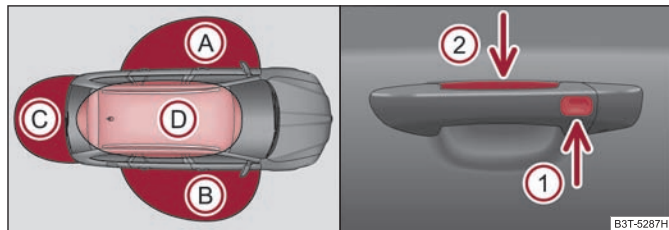

Fig. 26 KESSY: Denominación de las secciones y desbloqueo / bloqueo del vehículo
- Sensor en el lado exterior de la empuñadura de la puerta delantera ① $\Rightarrow$ fig. 26 - sirve para bloquear el vehículo
- Sensor en el lado interior de la empuñadura de la puerta delantera ② $\Rightarrow$ fig. 26 - sirve para desbloquear el vehículo. ■
Si se encuentra una llave válida con mando a distancia en la zona ① $\Rightarrow$ fig. 26 o ② del vehículo, es posible desbloquear la puerta respectiva de esa zona. Es decir, si la llave está en la zona ①, puede desbloquear la puerta izquierda delantera. Si la llave válida se encuentra en la zona ②, es posible desbloquear la tapa del maletero.
- Sujete la empuñadura de la puerta delantera o cubra con toda la superficie de la mano el sensor ② $\Rightarrow$ fig. 26, el vehículo se desbloquea. Si al desbloquear se cubre el sensor ② y simultáneamente el sensor ① el vehículo no se desbloquea.
Después de bloquear el vehículo con ayuda del sensor ① $\Rightarrow$ fig. 26 durante 2 segundos no es posible desbloquear el vehículo con ayuda del sensor ②. Así es posible comprobar si se bloquea el vehículo tirando de la empuñadura.
Si después de bloquear y cerrar todas las puertas, incluida la tapa del maletero, la llave con la que se bloqueó el vehículo permanece en el vehículo en la zona  ⇒ página 42, fig. 26, se activa la protección contra el cierre involuntario del vehículos estando la llave en el mismo y se vuelve a desbloquear.
Si el vehículo no se desbloquea antes de 60 horas, los sensores  ⇒ página 42, fig. 26 y  se desactivan automáticamente en la empuñadura de la puerta del acompañante. Para una nueva activación deben cumplirse las siguientes condiciones:
- Desbloqueo de la puerta del conductor con ayuda del sensor  ⇒ página 42, fig. 26,
Si el vehículo no se desbloquea antes de 90 horas, los sensores  y  se desactivan automáticamente en la empuñadura de la puerta del conductor ⇒ página 42, fig. 26. Para una nueva activación deben cumplirse las siguientes condiciones:
Si al bloquear el vehículo mantiene el dedo en el sensor  ⇒ página 42, fig. 26 durante más de 2 segundos, la ventana abierta y el techo deslizante panorámico se cierran. Suelte el sensor , el proceso de cierre se interrumpe. Si vuelve a tocar el sensor , el proceso de cierre de la ventana y del techo continúa.